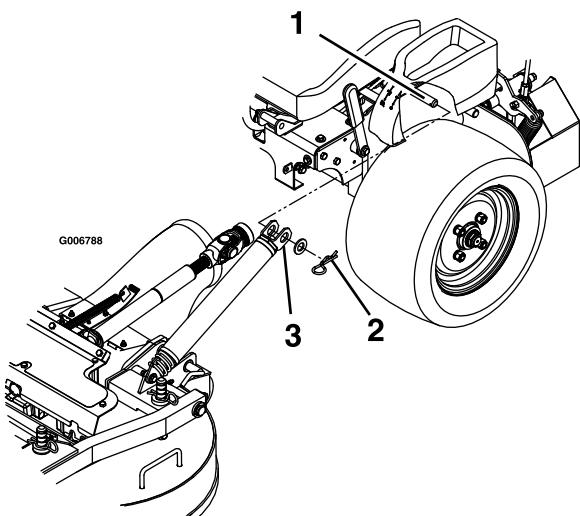

Figure 70
4. Retirez les goupilles fendues et les rondelles sur le haut du ressort d'aide au levage du tablier de coupe de chaque côté de la machine (Figure 70).
10. Placez les ressorts sur les goupilles d'ancrage sous les consoles gauche et droite, et fixez-les avec une rondelle et une goupille fendue (Figure 70).